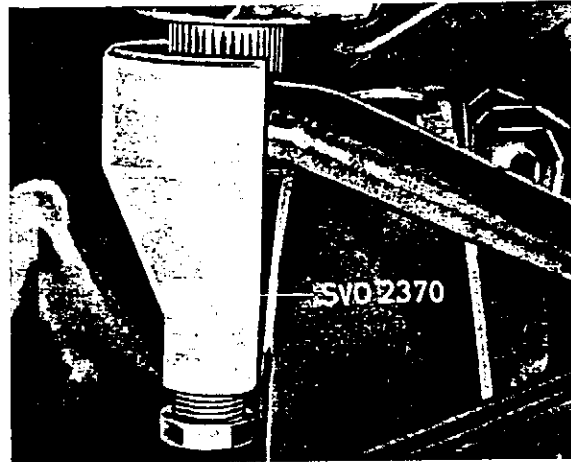

Abb. 48 Abziehen des Lenkstockhebels
3. Lenkstockhebel mit der Abziehvorrichtung 2370 gem. Abb. 48 von der Lenkrollenwelle abziehen.